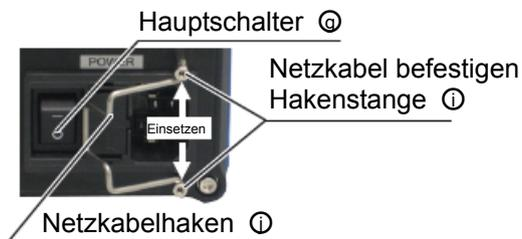

Abb. 15
- (1) Stecken Sie den Netzkabelhaken in die Netzkabelhakenstange an der Rückseite der Bedieneinheit. Siehe Abb. 15.